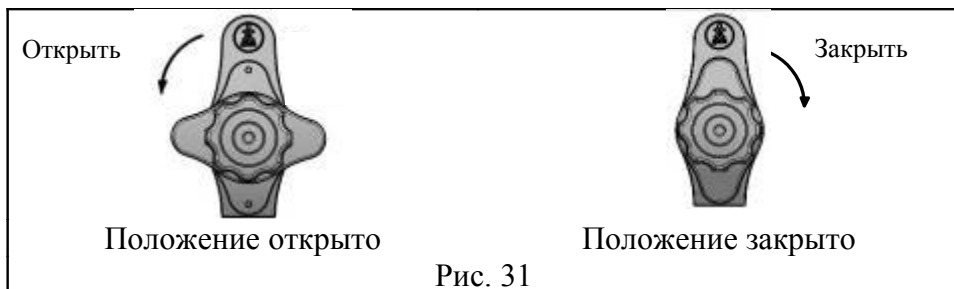

Рис. 31
6.4.1. Повернуть корпус фиксатора на замке стойки против часовой стрелки (см. рис. 31), приподнять основание стола вверх (см. рис. 31а, 32), вытащить замок стойки, поднять (опустить) основание стола до нужной высоты согласно шкалы (см. рис. 29, 29А, 30), вставить замок в стойку, опустить основание стола до упора, повернуть корпус фиксатора на замке стойки по часовой стрелке до упора. Повторить для противоположной стороны стола, обеспечив равномерную высоту основания стола.
Рис. 31а